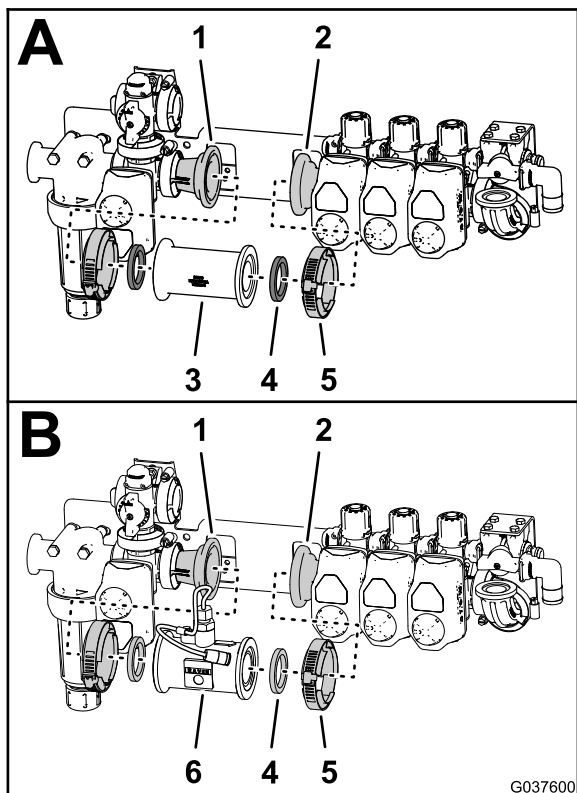

Bild 47
1. Entfernen Sie die zwei Flanschklemmen, mit denen die zwei Dichtungen und die gerade Kupplung an den Adapterkupplungen am Rührwerkventil und dem linken Auslegerabschnittventil befestigt sind (Bild 47).
Adapterkupplungen am Rührwerkventil und dem linken Auslegerabschnittventil aus (Bild 47).
4. Befestigen Sie das Durchflussmessgerät mit den zwei Flanschklemmen, die Sie in Schritt 1 entfernt haben, an den Adapterkupplungen (Bild 47).